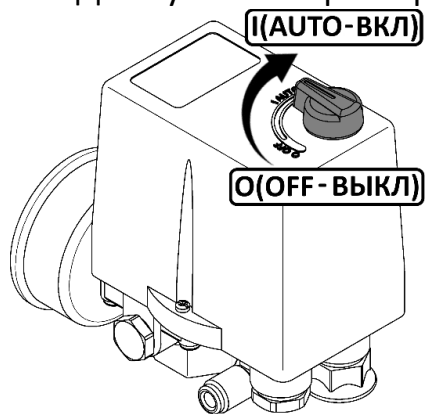

Рисунок 3
- Проверьте, чтобы выключатель на прессостате находился в выключенном положении "O" или "OFF", в зависимости от исполнения (рис. 3).